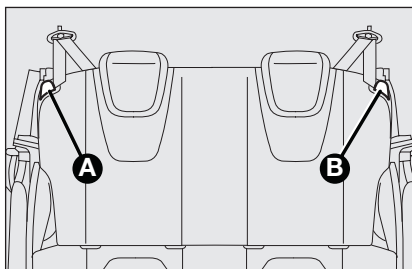

Abb. 45
Teilweise Erweiterung (50/50) (modellabhängig) Abb. 45
- ☐ Den Entriegelungsgriff **A-Abb. 45** oder **B** hochziehen, um die linke bzw. rechte Rückenlehne nach vorn auf das Sitzpolster umzuklappen.
- ☐ Die Entriegelungsgriffe **A-Abb. 45** und **B** hochziehen, um die Rückenlehne zu entriegeln und klappen Sie sie anschließend nach vorn auf das Sitzpolster.